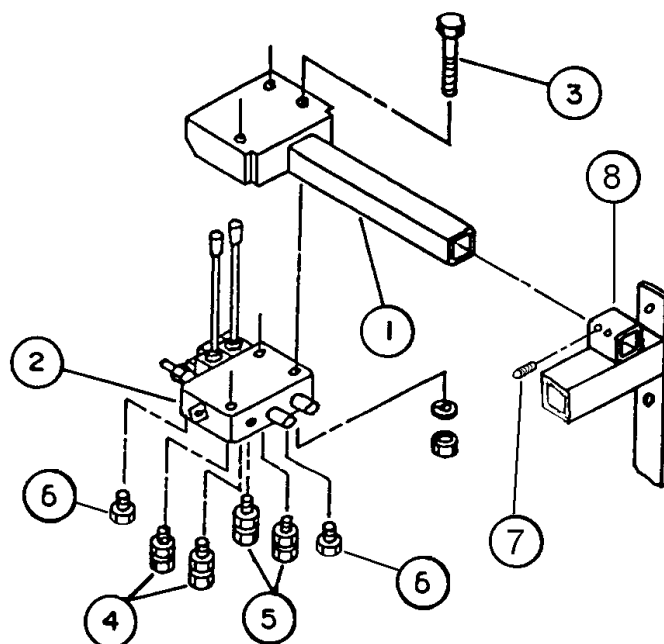

Figure 10
1. Installez la valve (fig.10, item 2) sous le support de valve (fig.10, item 1) en utilisant trois boulons 5/16" x 2 1/4" (fig.10, item 3), rondelles de blocage et écrous. Serrez fermement.
2. Installez l'ensemble de support de valve dans le tube carré (fig.10, item 8), sur l'attache 3 points ou sur le porteur arrière. Fixez avec 2 vis à 6 pans creux (allen) 5/16" x 3/8" (fig.10, item 7).
3. Installez un adaptateur pivotant 3/4"ORB x 1/2"NPT (fig.10, item 6) dans les orifices d'entrée et sortie de la valve.
6. Installez un adaptateur pivotant 3/4"ORB x 1/2"NPT (fig.10, item 5) dans deux orifices de la valve, et connectez les bouts mâles des boyaux assemblés du balai.
7. Installez un adaptateur pivotant 3/4"ORB x 3/8"NPT (fig.10 item 4), sur les deux orifices restants de la valve, et connectez les boyaux assemblés du cylindre.